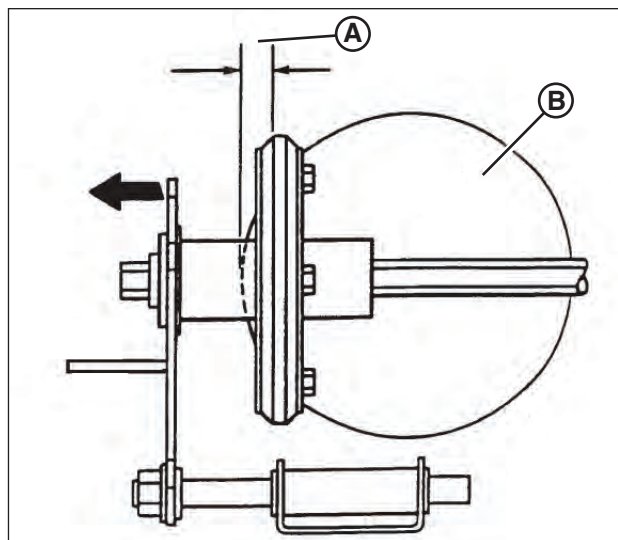

Figure 27: Bon réglage du disque entraîné
- Glissez l'ensemble du disque entraîné à 1/8 po (3,18 mm) (**A**, **Figure 27**) du bord externe du disque d'entraînement (**B**).